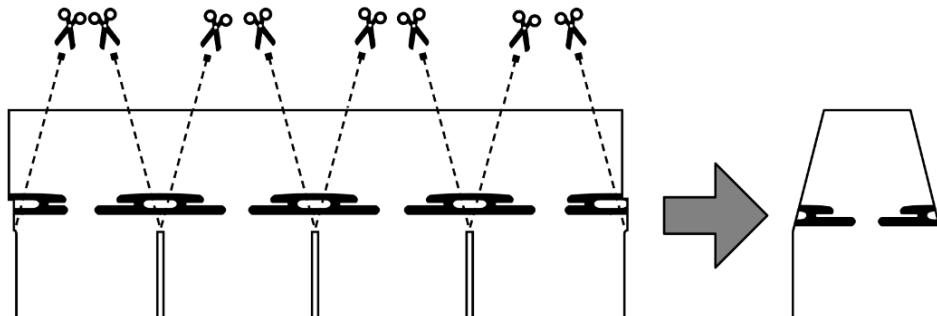

Fig. 10 – Preparazione elementi colmo
- Predisporre gli elementi colmo, andando a tagliare in quattro pezzi una tegola intera e sagomando la parte superiore con una certa inclinazione di taglio -Fig. 10.